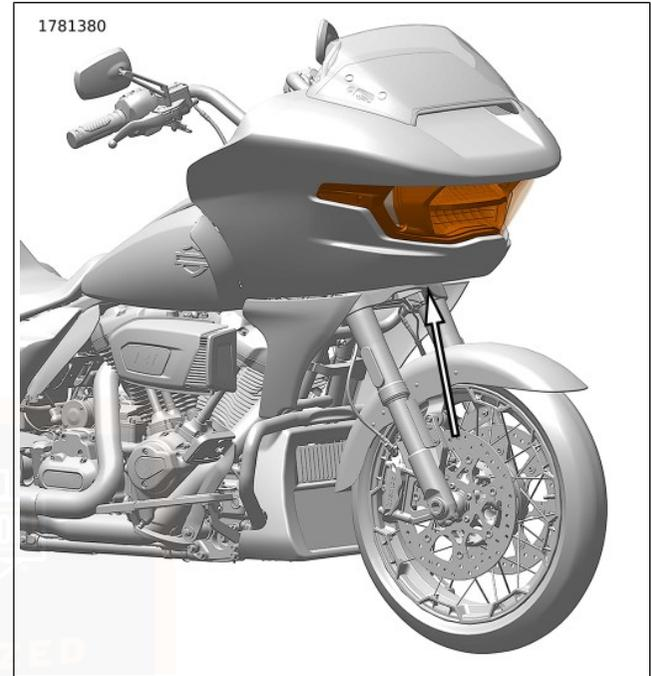
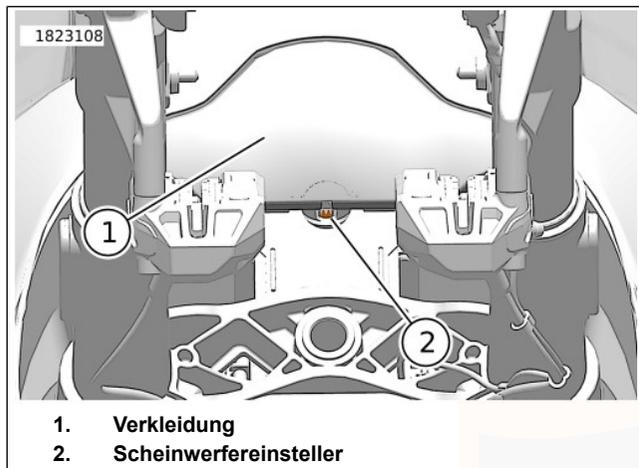

Abbildung 126. Scheinwerfereinstellschraube
Abbildung 127. Scheinwerferereinsteller (Ansicht von der Unterseite der Verkleidung aus)
- a. Siehe Abbildung 126 oder Abbildung 127. Einen entsprechend großen Kreuzschlitzschraubendreher Nr. 2 vertikal hinter der Bugschutzabdeckung einführen.